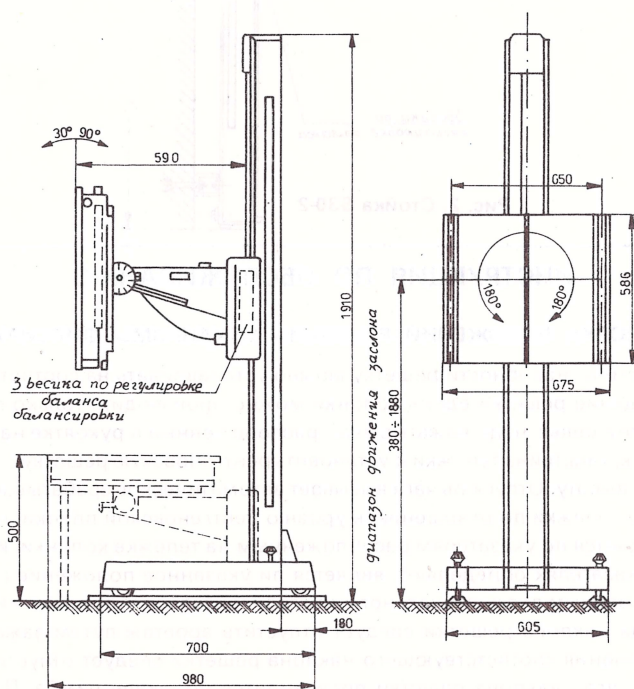

Рис. 1. Стойка S30-1
Применяемая в стойке рентгеновская решетка типа „РУБ“ имеет магнитно-электрический привод раstra и дает возможность произведения снимков в больших пределах выдержки экспозиции. Решетку можно поворачивать в плоскости раstra в области движений указанных на рис. 1. Позиции поворота решетки фиксируются при помощи защелки, что дает возможность произведения снимков в позиции сидящей на плите решетки после поворота решетки на 90° , а также исполнения снимков с пациентом на столе над решеткой (поворот решетки на 90° облегчает закладывание кассет).
- для стойки S30-1 на рис. 1,